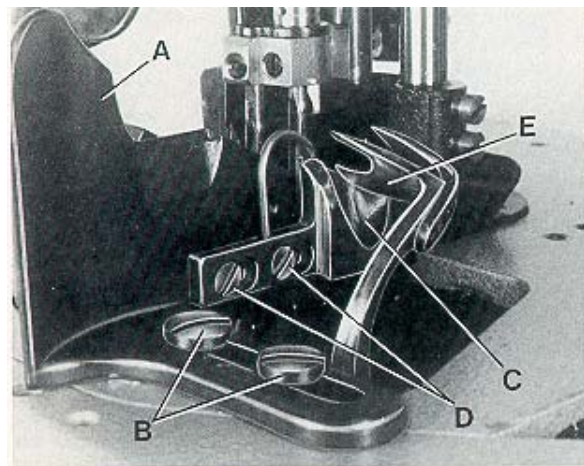

Fig. 26
Set the edge guide (A, Fig. 26) laterally as close as possible to the presser foot without contacting it. When loosening the two screws (B), the edge guide (A) can be moved laterally. Retighten screws.
Set the stitch tongue (C, Fig. 26) so that the rear part of the thread loop slides over the tongue onto the fabric, while the front part of the loop is retained until the right needle securely has entered the loop. After loosening screw (D) the stitch tongue (C) can be moved to the front or to the rear. When moving the stitch tongue to the rear, the front part of the thread loop is retained longer. Retighten screws (D).
On its travel the upper spreader (E, Fig. 26) should not contact stitch tongue (C).
Ajuste la guía tope (A, Fig. 26) tan cerca como sea posible al pie prensateles, pero sin tocarlo. Cuando suelte los dos tornillos (B) la guía tope (A) podrá moverse lateralmente. Reajuste los tornillos de nuevo.
Ajuste la lengüeta de costura (C, Fig. 26), de manera tal que la parte trasera del lazo del hilo desliza sobre la lengüeta en el tejido, mientras la parte delantera del lazo del hilo queda retenida hasta que la aguja entra al lazo del hilo. Después de soltar los tornillos (D) la lengüeta de costura (C) podrá moverse hacia adelante o hacia atrás. Cuando la lengüeta de costura se mueva hacia atrás, la parte frontal del lazo del hilo quedará retenida por más tiempo. Reajuste los tornillos de nuevo (D). Durante el movimiento del spreader superior (E, Fig. 26) no deben tocar la lengüeta de costura (C).